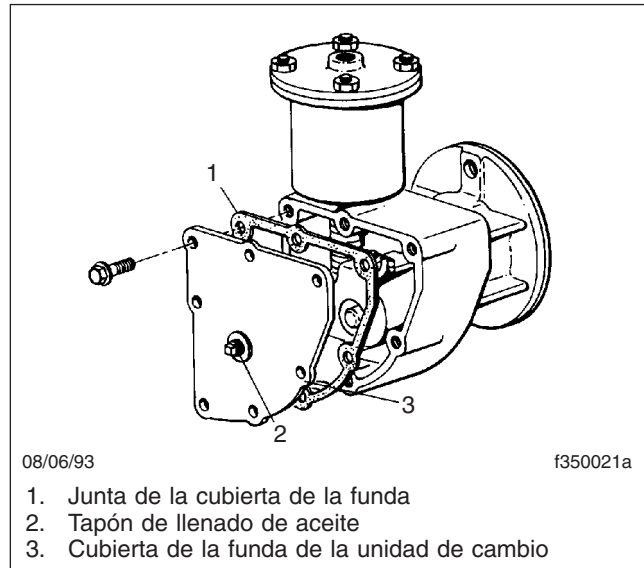

Figura 9, Unidad de cambio de ejes de dos velocidades
1. Retire la cubierta de la unidad de cambio. Vea la Figura 9. Drene y deseche el lubricante viejo. Deseche la junta de la cubierta de la funda.
1. Limpie el tapón de llenado de aceite de la unidad de cambio y su área circundante. Vea la **Figura 9**. Gire el tapón de llenado en sentido contrario al de las manecillas del reloj para retirarlo.